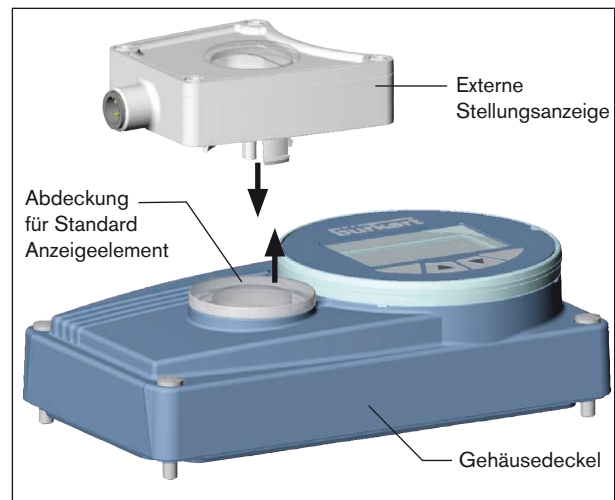

Bild 2: Externe Stellungsanzeige aufstecken
- Die Abdeckung der Standard-Stellungsanzeige aus dem Gehäusedeckel herausdrücken (siehe Bild 2:).
- Die Externe Stellungsanzeige in die runde Aussparung des Gehäusedeckels setzen und nach unten drücken bis sie einrastet (siehe Bild 2:).